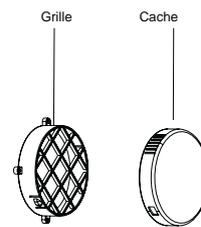

Fig. 5
- Percez un trou dans un mur extérieur ou dans une vitre de fenêtre. Respectez bien la hauteur et les dimensions du trou dans la vitre. (Fig. 5 et 6).
- Reliez le tuyau d'évacuation (11) au trou prévu à cet effet derrière l'appareil.